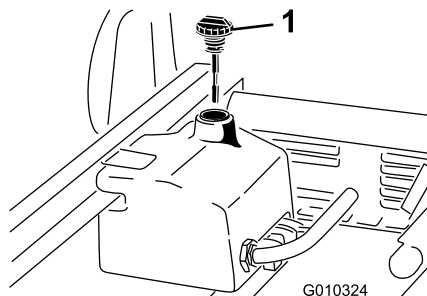

图65
4. 清洁液压油箱加油颈和油箱盖周围的区域（图65）。
6. 从加油颈中取出量油尺（图65），用干净的抹布擦拭。